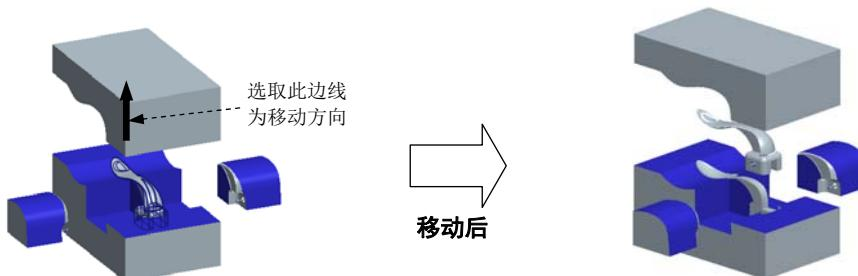

图 6.27 移动铸件
Step1. 参考 Stage3 的操作方法，在模型中选取铸件，选取图 6.27 所示的边线为移动方向，输入要移动的距离值 50，按回车键。在“模具开模”菜单中选择 **Done (完成)** 命令，完成铸件的开模动作。在 **MOLD OPEN (模具开模)** 菜单管理器中单击 **Done/Return (完成/返回)** 选项。